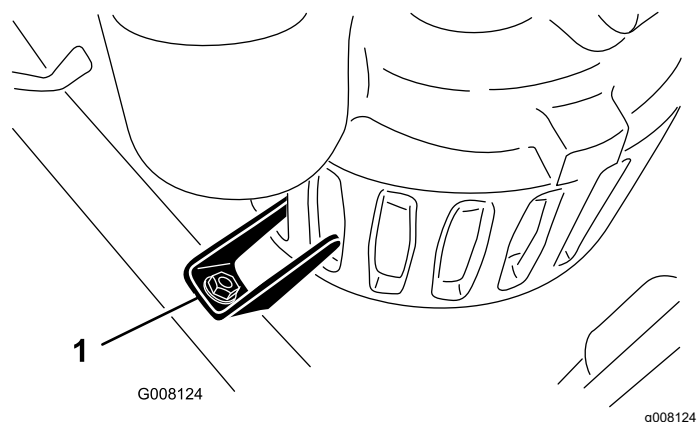

Рисунок 16
13. Вставьте насос в раму и сдвиньте его вперед до тех пор, пока фиксирующий выступ не попадет в пазы насоса (Рисунок 16).